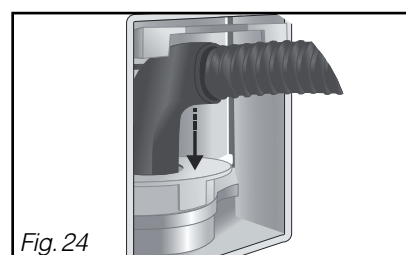

Fig. 24
- Raccorder le tuyau du kit sur l'embout de l'appareil (Fig. 24).